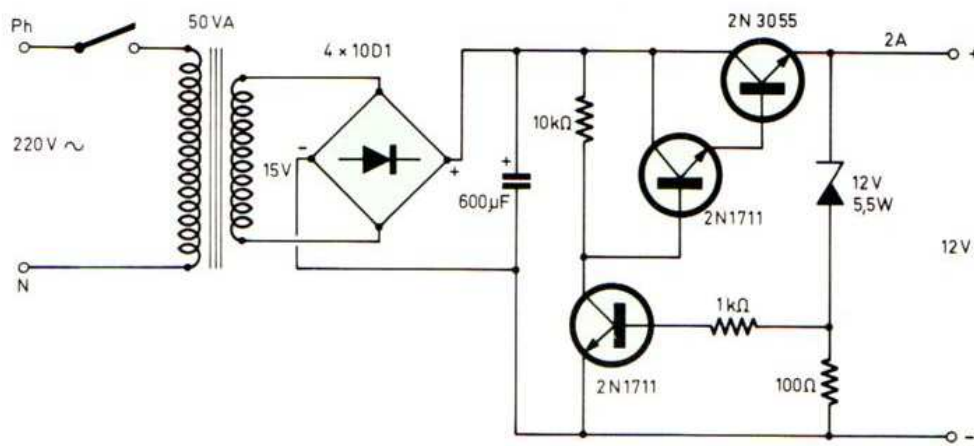

Fig. 11. – Alimentation de l'étage driver à transistor.
b) Partie moyenne puissance (fig. 11)